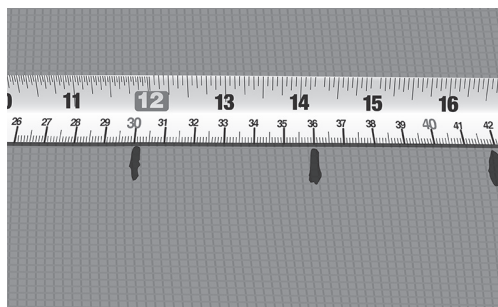

Fig. 5. Markera C-C-avståndet på golvet
8. Markera det beräknade C-C-avståndet på golvytan (Fig. 5).